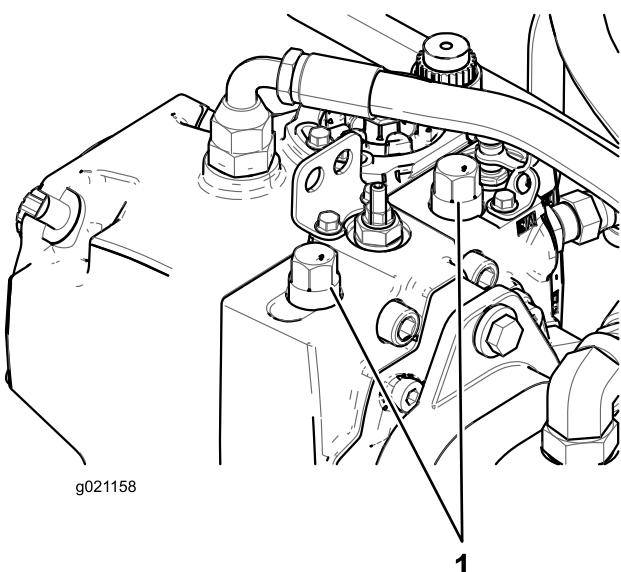

図 36
1. フードを開け、ポンプについているバイパスバルブを探し出す（図 36）。